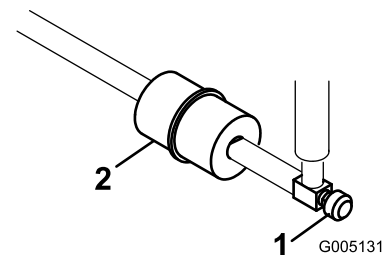

Bild 45
In die Kraftstoffleitung ist zwischen dem Kraftstofftank und dem Vergaser ein Filter eingebaut (Bild 45). Stellen Sie sicher, dass der Pfeil am Filter vom Kraftstofftank weg ausgerichtet ist.
1. Schließen Sie den Kraftstoffhahn, lockern die Schlauchklemme an der Vergaserseite des Filters und ziehen die Kraftstoffleitung vom Filter ab (Bild 45).
2. Stellen Sie ein Auffanggefäß unter den Filter, lockern die verbliebene Schlauchklemme und entfernen den Filter (Bild 45).